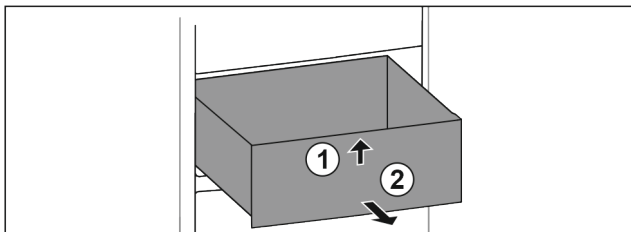

Fig. 188
- ▶ Podignite ladicu sprijeda. Fig. 188 (1)
- ▶ Izvadite ladicu prema naprijed. Fig. 188 (2)